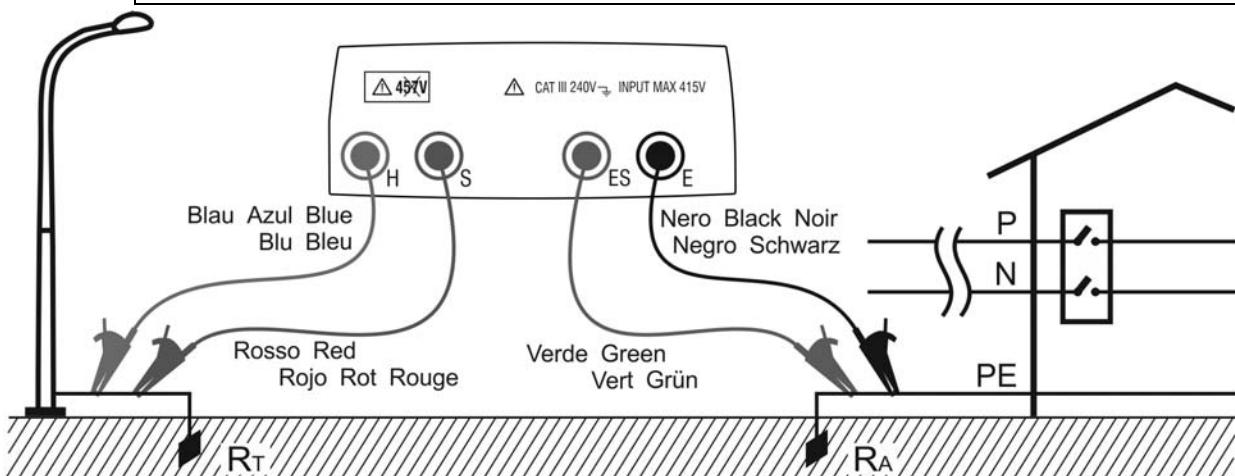

Fig. 4: Medición de la resistencia de tierra a dos puntos utilizando un dispersor auxiliar
Cuando no sea posible el método a 3 puntos (por ejemplo en el centro histórico), es posible utilizar el método simplificado a 2 puntos obteniendo un valor superior siendo una ventaja con respecto a la seguridad. Para efectuar la prueba necesitaremos “un dispersor auxiliar adecuado”; se entiende como “un dispersor auxiliar adecuado” cuando presenta una resistencia de tierra razonable e independiente de la instalación de tierra en examen. En (ver Fig. 4) se está utilizando como dispersor auxiliar el alumbrado público, aunque puede ser utilizado cualquier cuerpo metálico introducido en el terreno que respete las condiciones anteriormente comentadas.
El instrumento visualizará como resultado el valor de la suma R_A+R_T (ver Fig. 4 y Fig. 5). Por tanto la medida obtenida será más aproximada al valor R_A (valor esperado) cuanto más valor tenga el dispersor auxiliar R_T resultando despreciable respecto a la misma R_A . Además la medida será aumentada “a favor de la seguridad” sobre el término R_T , osea cuando el valor R_A+R_T resulte igual con las protecciones, con mayor motivo solo será el término R_A
6. Conecte los cocodrilos al dispersor auxiliar de la instalación en examen (ver Fig. 4 Fig. 5)